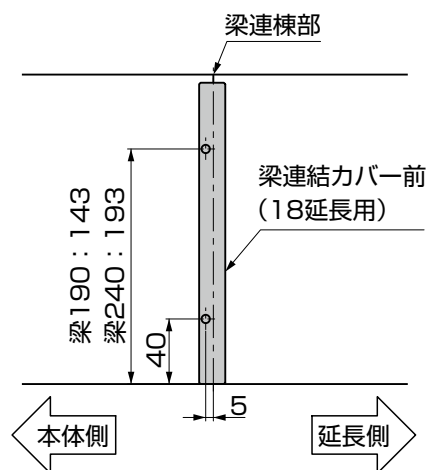

図2-8 右延長の場合 (水下側)
- 梁スリーブの逃げ穴は、右延長の場合は梁 (本体側)、左延長の場合は延長側になります。(図2-8参照)